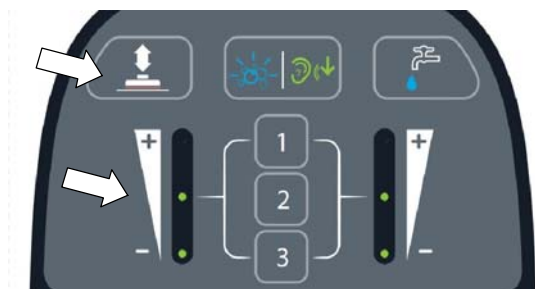

РИС. 39
2. Для снижения или увеличения нажима используйте кнопку регулировки нажима (Рисунок 39). Текущий заданный уровень нажима будет отображаться индикатором нажима. Один светодиод = слабый нажим, два светодиода = средний нажим, три светодиода = сильный нажим.